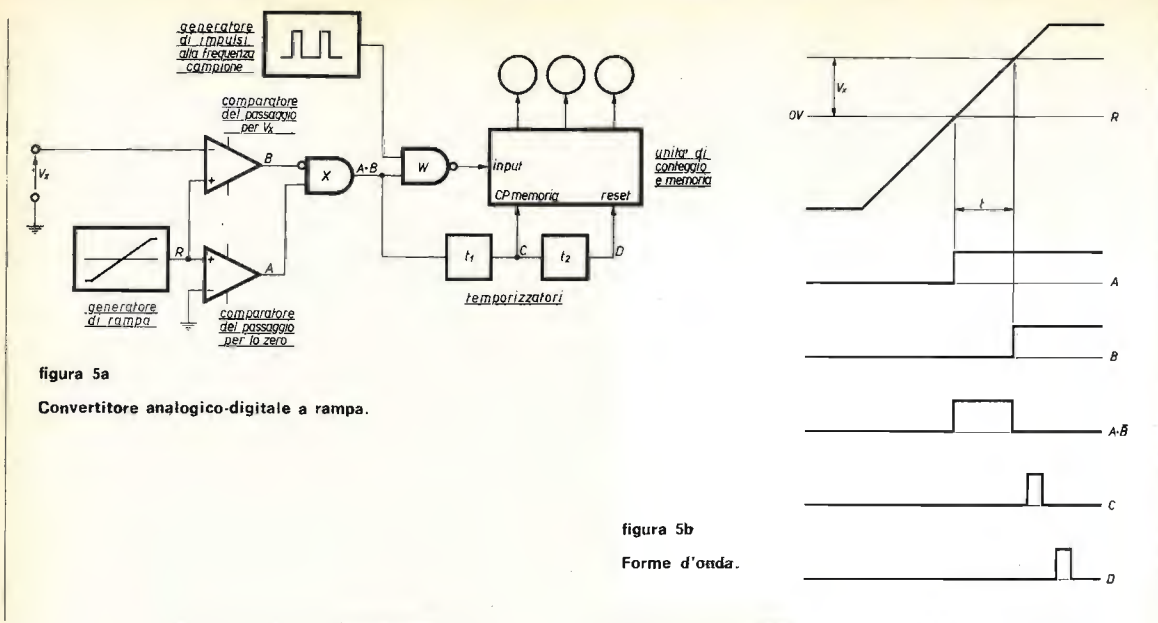

figura 5a
**Convertitore analogico-digitale a « rampa »** - Osservando le figura 5a) e 5b), vediamo che il cuore di tutto il circuito è il generatore di rampa. Si tratta di costruire un generatore in grado di fornire una rampa di tensione, il più possibile lineare e stabile, quale si può ottenere dalla carica a corrente costante di un condensatore, oppure integrando un gradino di tensione.